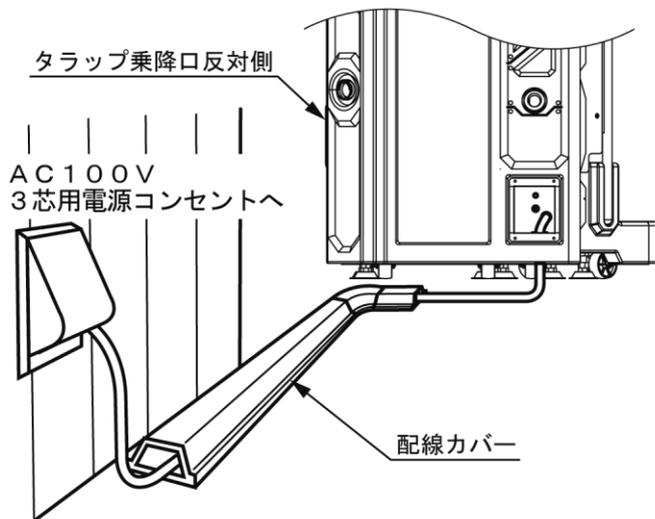

図6-30 配線カバー
- ④ 電源コードの配線を行います。配線カバーを取り付けて電源コードを保護してください。(図6-30)